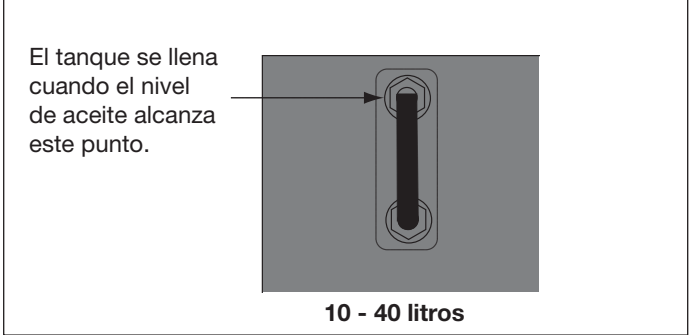

Figura 4
6. Llenar el depósito con aceite hidráulico Enerpac. El depósito se llena cuando el nivel de aceite está en la mitad de la válvula de observación (véase figura 4).